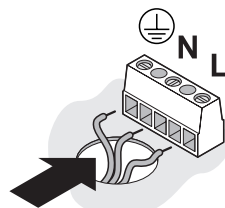
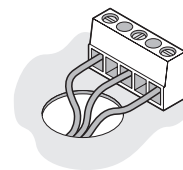

Abb. 3
Abb. 4
5. 230-V-Leitung mit Anschlussklemme verbinden (Abb. 3 und Abb. 4).